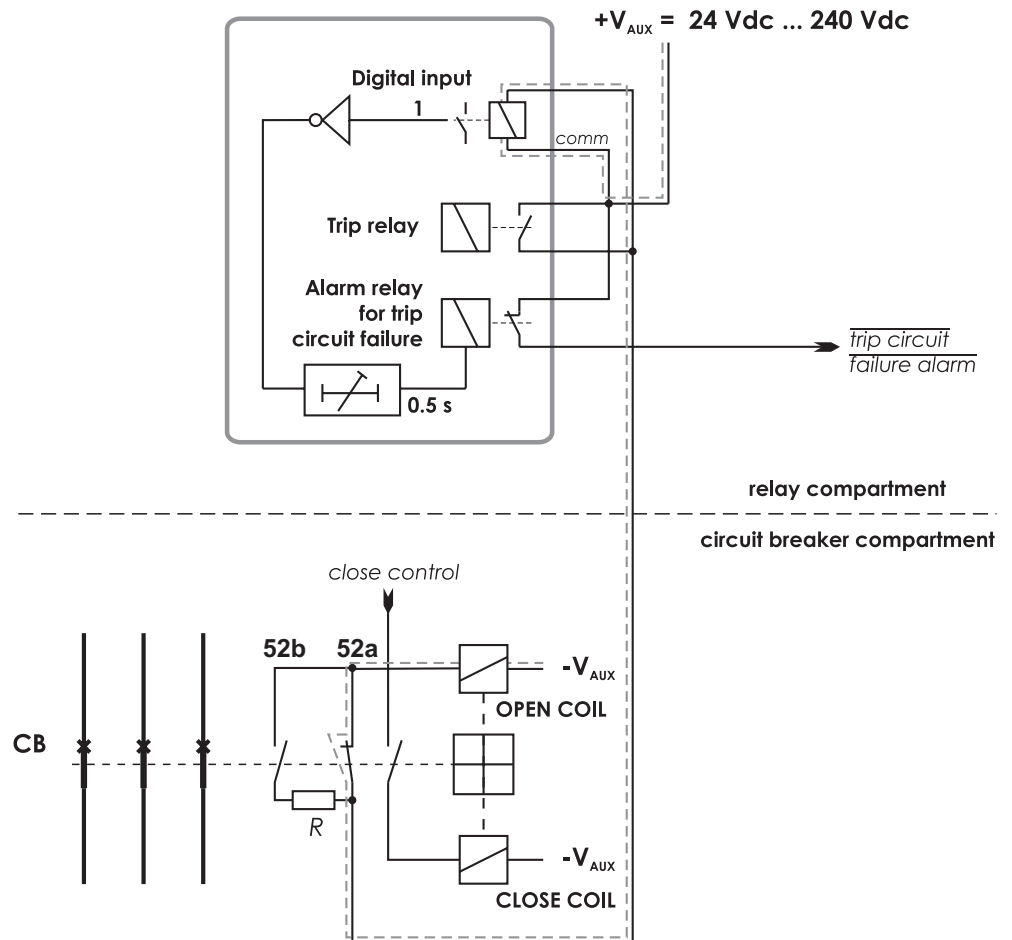

Рисунок 7.12: Контроль цепи отключения с использованием одного дискретного входа и внешнего резистора R.
- Дискретный вход подключается параллельно контактам выходного реле отключения (Рисунок 7.12).